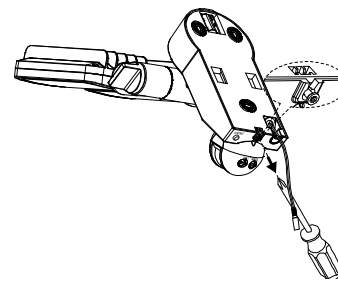

Bild 1
- Lossa de båda skruvarna (Bild 1) i väggfästet
**OBS:** När man byter batteri måste omkopplaren på lampenheten stå på OFF och solcellsmodulens kontakt tas bort från huvudenheten. För det första, för att byta batteri öppnar man huvudenhetens hölje enligt vad som beskrivs i avsnittet "Huvudenhet" i bild 1 och 2. Ta bort batteriet från hållaren och byt ut det mot ett nytt. Om möjligt laddar man upp batteriet innan med en vanlig batteriladdare för 1,2 V AA Ni-MH batterier. Om uppladdning med en batteriladdare inte är möjlig, skall man följa avsnittet "FÖRSTA UPPLADDNINGEN AV SOLCELLSLAMPAN".